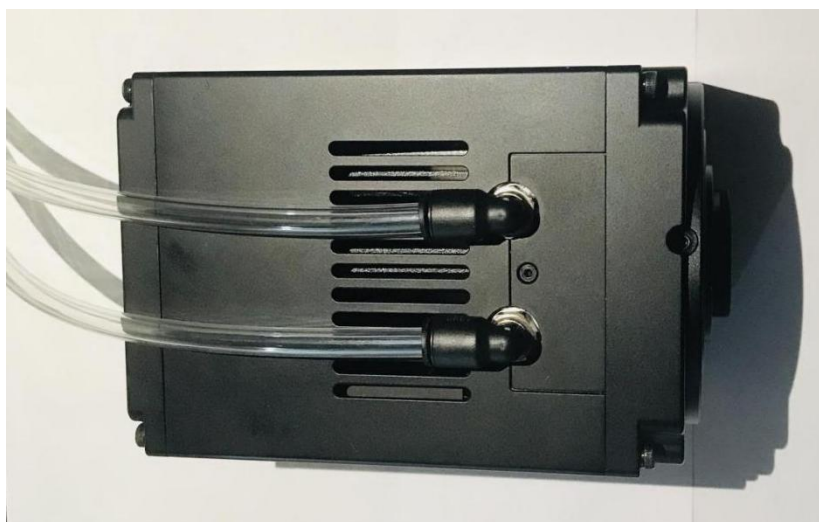

图 4-4 连接水冷管
- (1) 将相机放置于平稳的工作台上；
- (2) 将水冷管连接到相机上面的水管接头上，确保插入到位，如下图 4-4 所示；
- (3) 将水管插到冷却水循环机的水嘴上并用卡箍锁紧；
- (4) 冷却水循环机水管与相机水管通过转接阀进行连接。